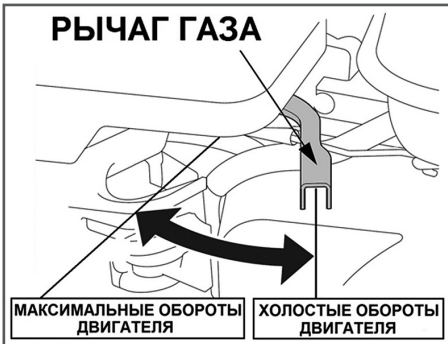

Рис. 11 Положения рычага газа
5. Переведите рычаг газа на 1/3 хода в сторону положения максимальных оборотов двигателя (Рис. 11).